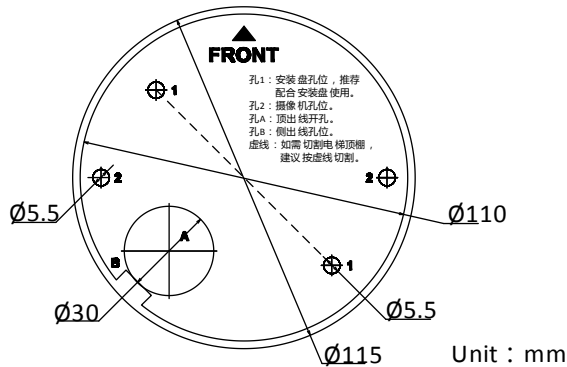

图1-4 安装贴纸
- 水泥墙面，需先安装膨胀螺管（膨胀螺管的安装孔位需要和支架一致），然后再安装支架及设备。木质墙面，可使用自攻螺丝直接安装。不锈钢/金属顶棚，可根据安装贴纸提示切割顶棚后安装，安装贴纸请参见“图 1-4 安装贴纸”。